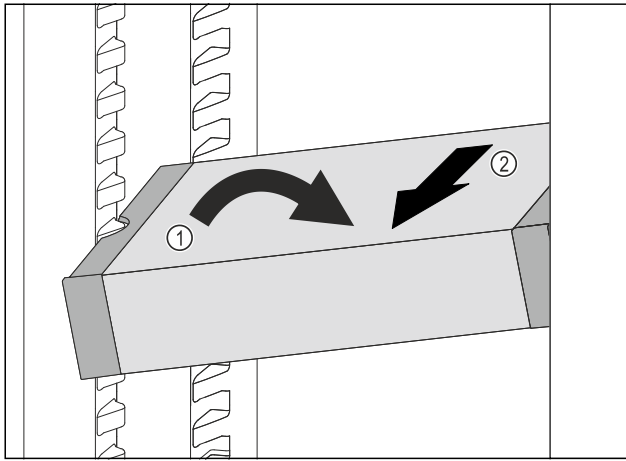

Fig. 132
- ▶ Aseta VarioSafe-vetolaatikko vinossa jääkaappiosassa. Fig. 132 (1)
- ▶ Poista VarioSafe-vetolaatikko etukautta. Fig. 132 (2)